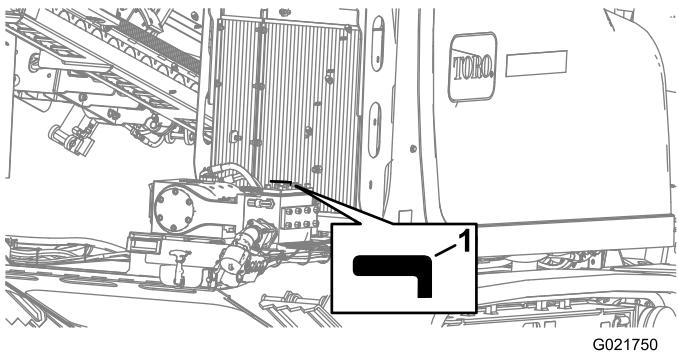

Рисунок 156
4. Поверните клапан бурого раствора в положение «Выкл.» (Рисунок 156).